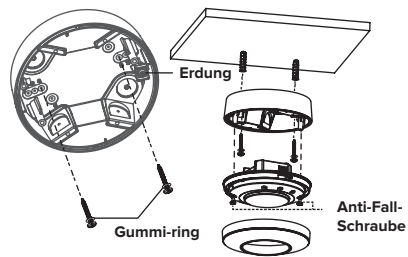

ABB. 13
3. Für die Montage an einer Deckenplatte verwenden Sie die 2 runden Ausschnitte im Gehäuse und befestigen das Gehäuse mit den 2 Schrauben mit den Gummiringen (ABB. 13).
4. Schließen Sie die Verkabelung an und befestigen den Sensor mit den Schrauben zur Absturzsicherung im Gehäuse (ABB. 13).